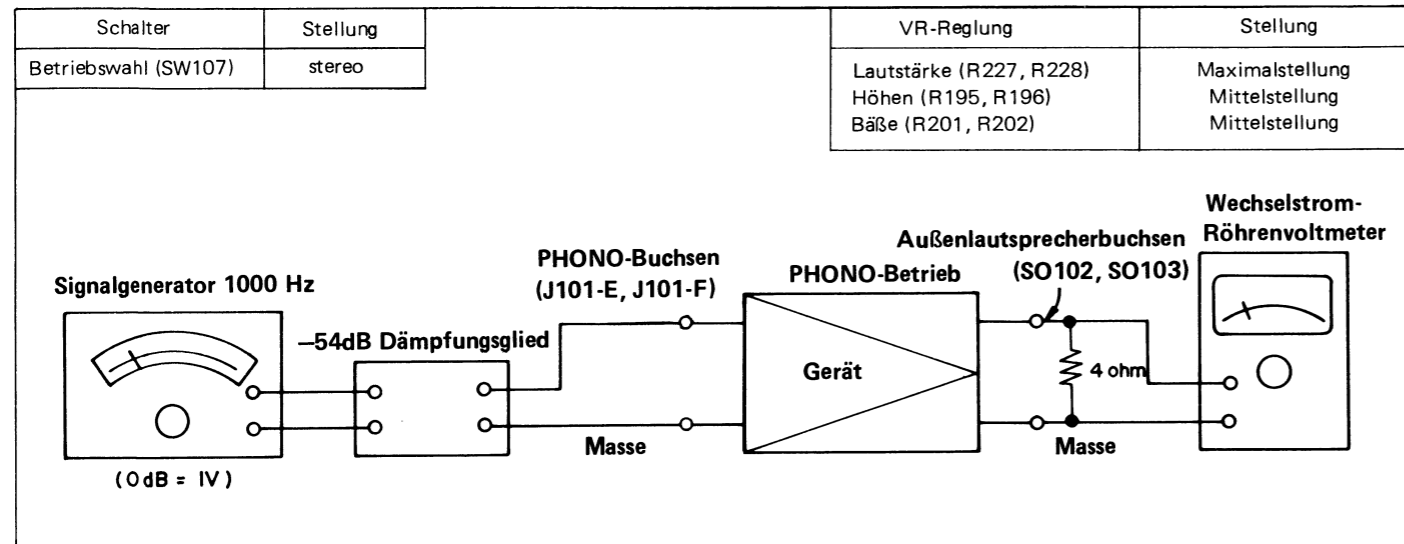

Abbildung 24
■ **ÜBERPRÜFUNG DER PHONO-VERSTÄRKEREMPFLINDLICHKEIT** (Siehe Abbildung 24)